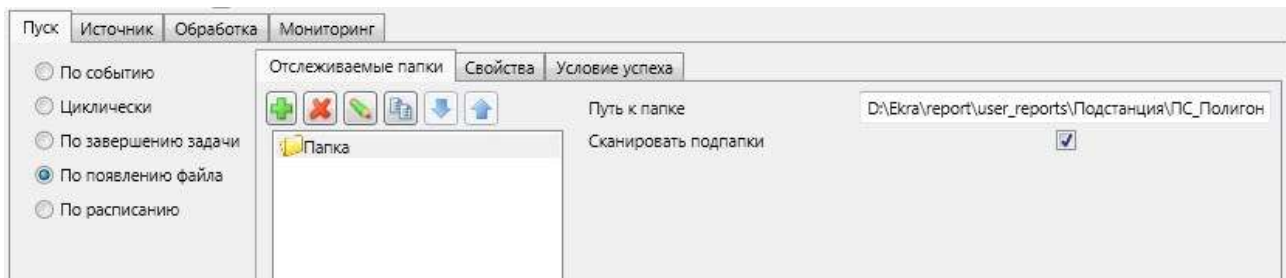

Рисунок 217 – Режим запуска обработчика файлов «По появлению файла»
– «По появлению файла». Запуск обработчика файлов выполняется по появлению файлов в каталоге на локальном либо сетевом диске. Установка флага «Сканировать подпапки» позволяет обрабатывать файлы в подкаталогах указанной директории (рисунок 217). Выдержка времени с момента появления файла в отслеживаемой директории до запуска обработчика файлов и повторный запуск выполнения обработчика файлов по условию успеха